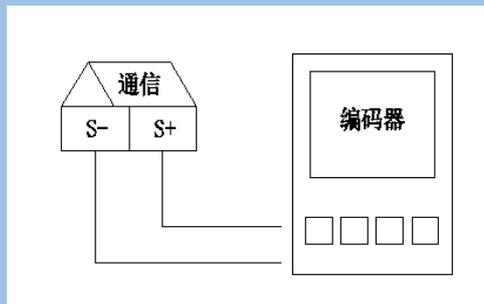

图 2: 编址示意图
(2) 首先必须用编码器编制传感器的总线地址, 通过总线连接编码器进行编址(如图 2 所示)。本型号传感器编址时如为 1 号, 此号即为监测电源 1 的地址, 监测电源 2 的地址会自动编为下一个数号。